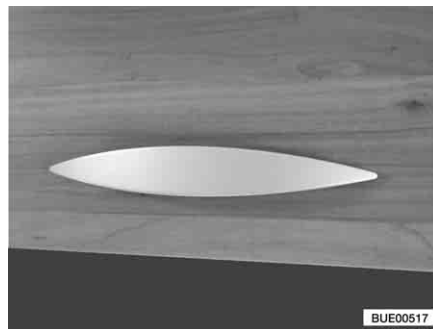

Bild 42 Skåplucka med handtag (exempel)
- Öppna skåpluckan genom att dra i handtaget (Bild 42).